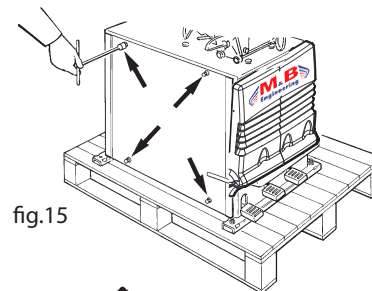

fig.15
- Togliere le 4 viti del coperchio laterale con chiave di 10mm (fig.15) e smontare il coperchio laterale.
- Remove the 4 side cover screw with a 10 mm spanner (fig.15); Remove the side cover.
- Oter les 4 vis du couvercle latéral au moyen d'une clef de 10mm (fig.15) et démonter le couvercle latéral.
- Die vier Schrauben des seitlichen Deckels mit einem Schraubenschlüssel von 10 mm (Abb. 15) entfernen und den Deckel abnehmen.
- Quite los 4 tornillos de la tapa lateral con una llave de 10 mm (fig. 15) y desmonte la tapa lateral.
- Rimontare lo sportello laterale (fig.15) applicando le 4 viti TEM6 flangiate autoflettanti con una chiave di 10mm.